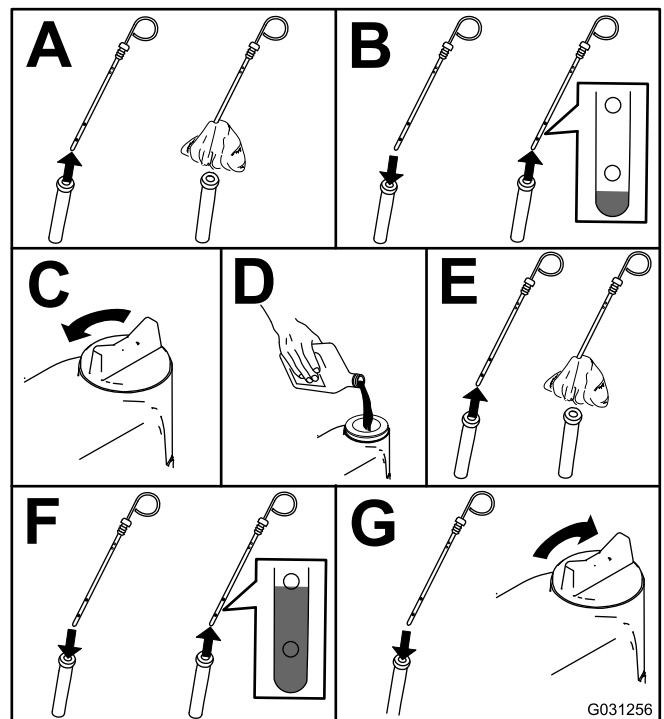

Bild 48
2. Prüfen Sie den Ölstand im Motor, siehe Bild 48.